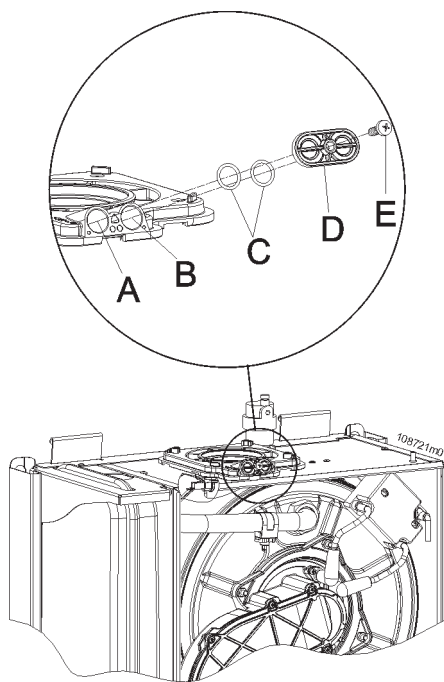

Figura 35 - Prese di analisi combustione
- collegare un analizzatore di combustione nella apposita presa sul raccordo di scarico fumi "B" di figura 35;